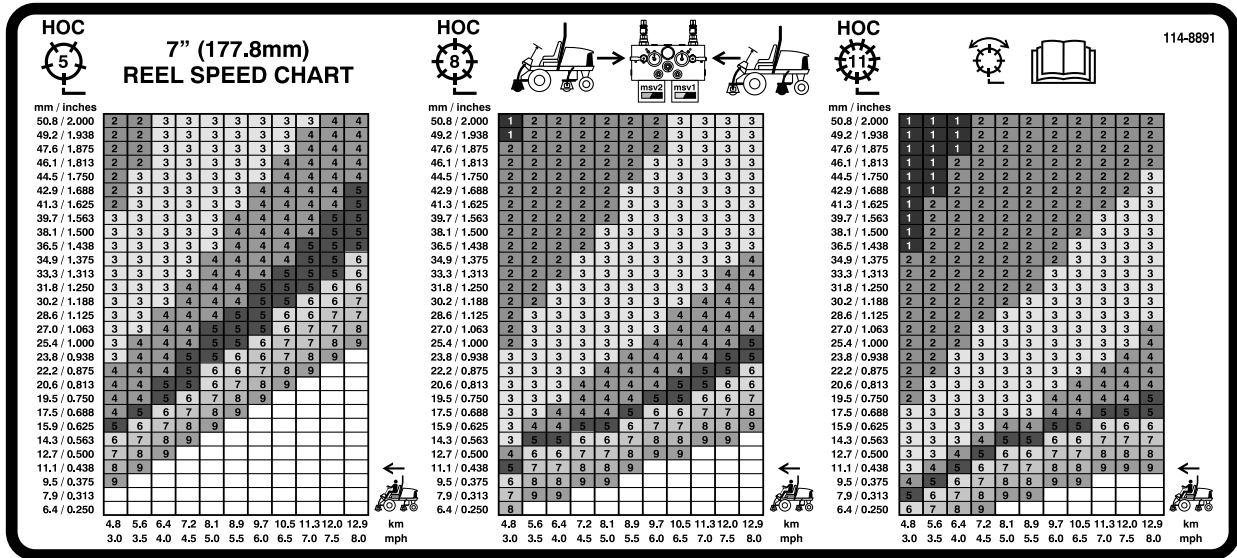
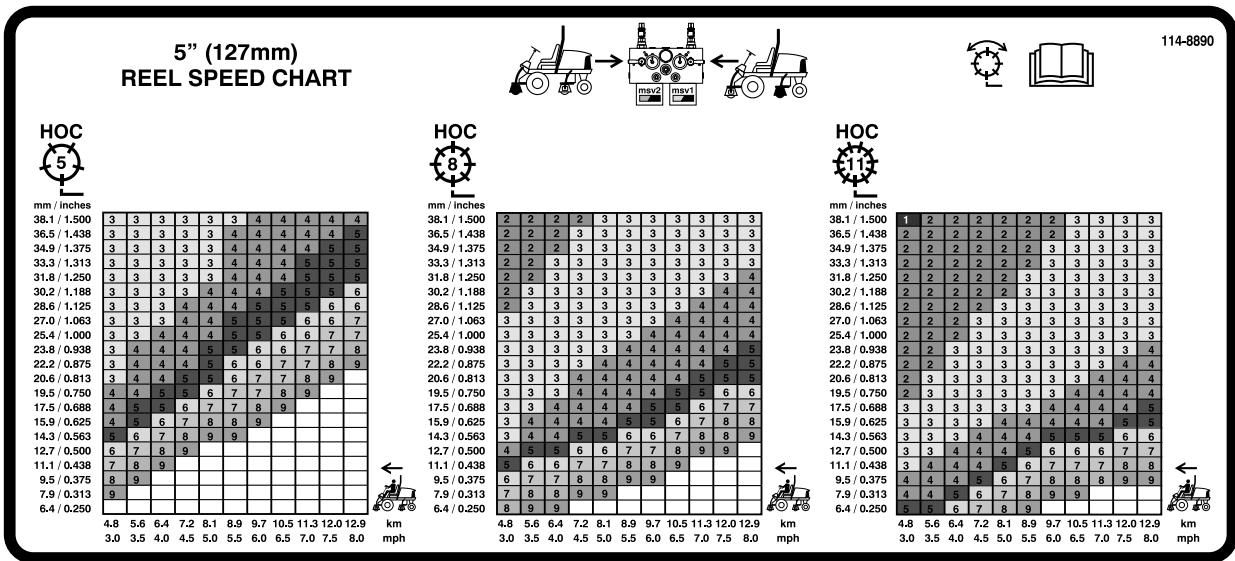

Bild 41
Bild 42
3. Ermitteln Sie mit der entsprechenden Tabelle auf dem Aufkleber 110-0996 (Bild 41) für Reelmaster 5510 & 5610, 17,8-cm-Spindelmähwerke, oder Aufkleber 110-8923 (Bild 42) für Reelmaster 5410, 12,7-cm-Spindelmähwerke, die richtige Einstellung für die Spindeldrehzahl.